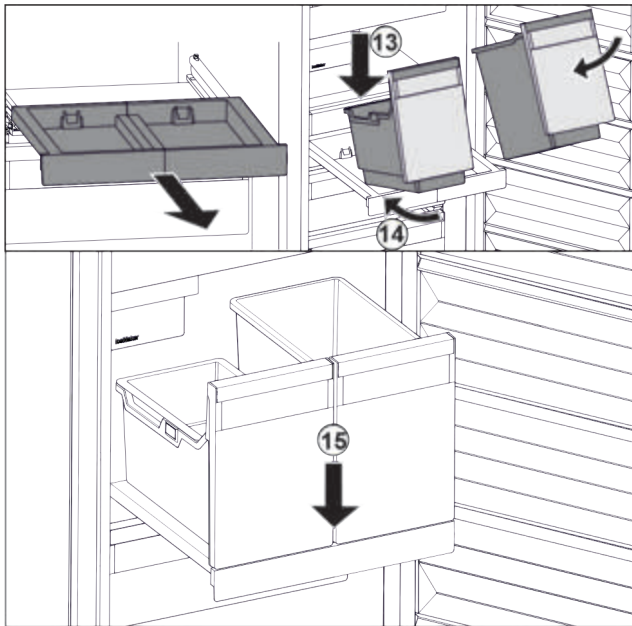

Fig. 90
- ▶ Встановити резервуар на витяжну панель навкоси. Fig. 90 (13)
- ▶ Насунути резервуар навкоси до заду. Fig. 90 (14)
- ▶ Резервуар опустити спереду. Fig. 90 (15)